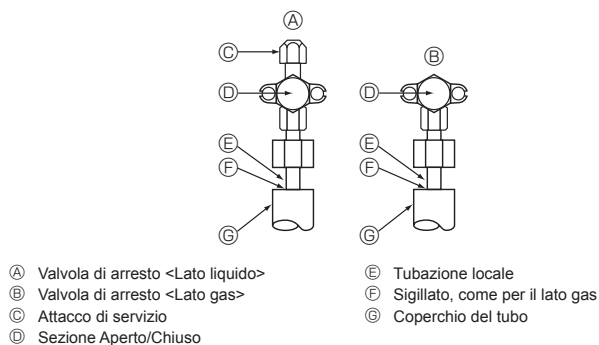

Fig. 4-4
4.4. Tubo del refrigerante e metodo di verifica tenuta (Fig. 4-4)
- Accertarsi che le valvole di arresto (A) e (B) siano chiuse e non aprirle.
- Aggiungere pressione alle linee del refrigerante attraverso il punto per interventi di servizio (C) della valvola di arresto del liquido (A).
- Un calo di pressione nelle fasi (2) o (3) indica una perdita di gas. Cercare le cause della perdita.